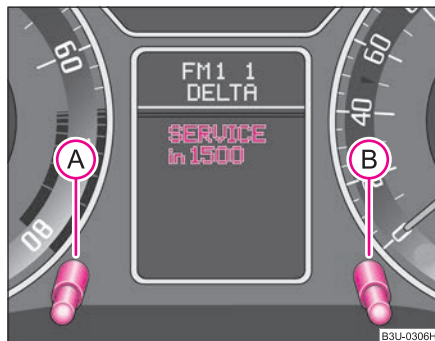

Fig. 5 Cuadro de instrumentos: Indicador de intervalos de mantenimiento
Según el equipamiento del vehículo, los datos se indican en la pantalla del contador de kilometraje recorrido o en el display de información ⇒ fig. 5.
La reposición del indicador de intervalos de mantenimiento la puede efectuar Ud. también con el botón de reposición (B) ⇒ fig. 5 del siguiente modo (válido sólo para vehículos con intervalos de mantenimiento fijos QG2).
- Estando desconectado el encendido, pulse el botón de reposición (B) y manténgalo pulsado.
- Conecte el encendido y suelte el botón de reposición (B). En la pantalla aparece la indicación **Service** o **Service now (Servicio ahora)**.
- Gire el botón de reposición del reloj (A) hacia la derecha - se reposicionará el indicador.